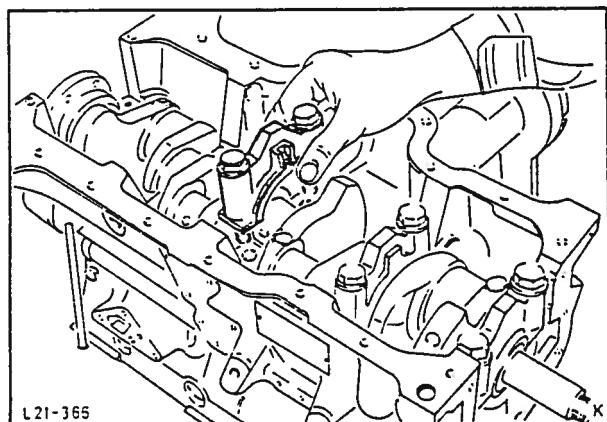

Fig. 60 Montering av bærelageroverfall med lagerskål.
31. Plasser bærelageroverfallene komplett med oljede lagerskåler på sentreringsringene og vær spesielt oppmerksom på trøsteskivenes plassering i midtre bærelageroverfall. (De bearbeide flatene på lageroverfallene må peke mot innsprøytningspumpens side, fig. 60).